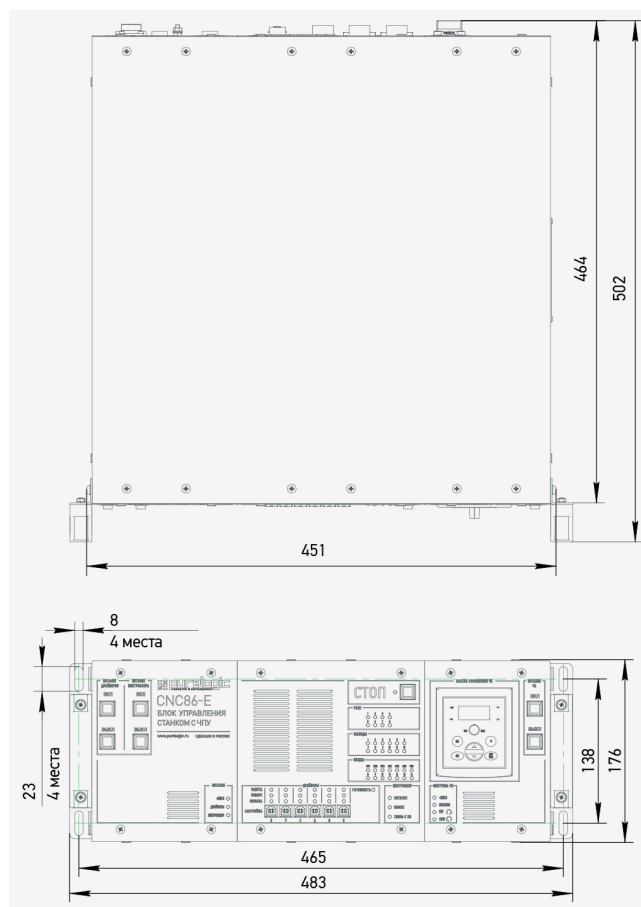

Рис. 19. Габаритные размеры блока (с ручками)
2. Установка в стойку 19". Для этого необходимо смонтировать две боковые ручки (рис. 19).